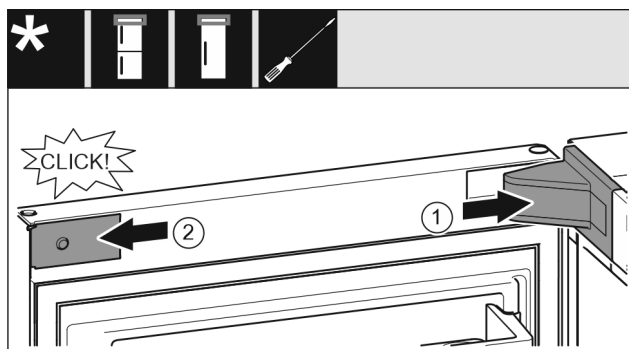

Fig. 63
- ▶ Stavite pokrov podloška ležaja Fig. 63 (1) i pustite ga da se uglavi, po potrebi ga oprežno razdvojite.
- ▶ Postavite masku Fig. 63 (2) bočno i uglavite je.